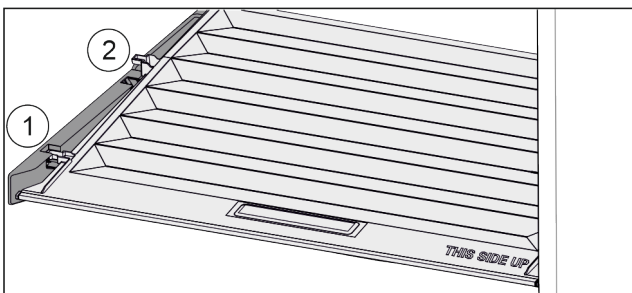

Fig. 51
- ▶ Издърпайте напред Fig. 51 (1) капака до отвора в задържащите части.
- ▶ Повдигнете го отзад отдолу и отстранете Fig. 51 (2) нагоре.